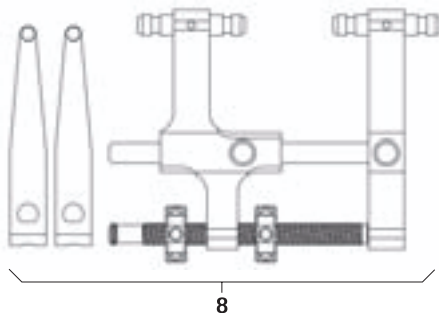

Fig. 14
- Montar el distractor **8** y las hojas distractoras, ver Fig. 14.